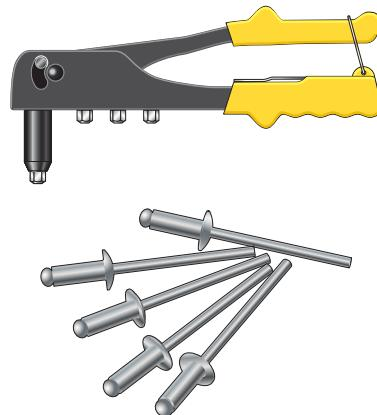

Рис. 5.49. Ручной
1. Соединение заклёпками с помощью *ручного вытяжного заклёточника* (рис. 5.49) — инструмента, предназначенного для скрепления листовых металлов и пластмасс.